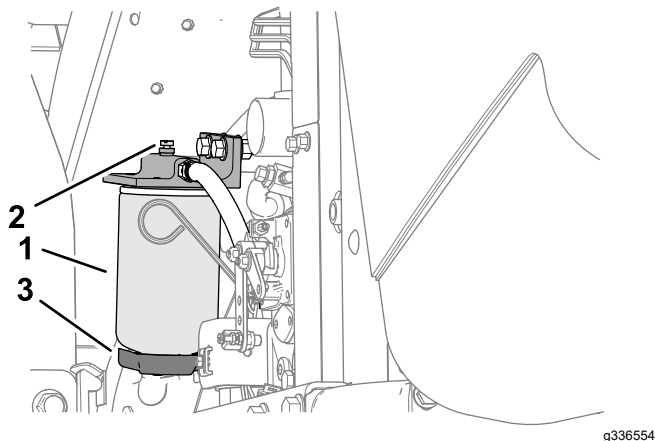

Рисунок 77
4. Открутите сливной кран в днище стакана фильтра (Рисунок 77).
3. Очистите область крепления корпуса фильтра (Рисунок 77).